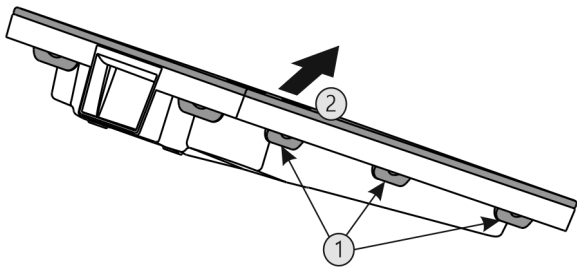

Fig. 65
- ▶ Alle lippen Fig. 65 (1) achtereenvolgens indrukken en de afdekking Fig. 65 (2) verwijderen.